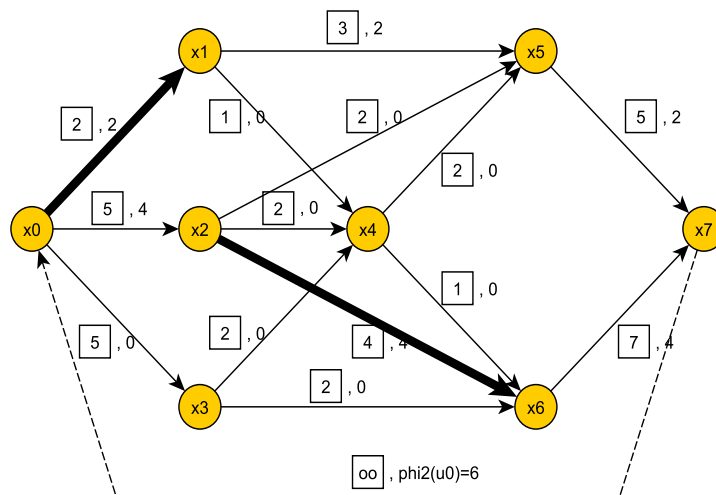

FIGURE 7.19 – Complétude - Graphe  $G_2$  - Exemple 7.3.1
- On considère le chemin  $\Gamma = (x_0, x_1, x_5, x_7)$  pour lequel  $\delta = 2$ . On ajoute 2 aux flux des arcs  $(x_0, x_1)$ ,  $(x_1, x_5)$ ,  $(x_5, x_7)$  et  $\varphi_2(u_0) = 6$ . L'arc  $(x_0, x_1)$  est saturé (cf. figure 7.19).